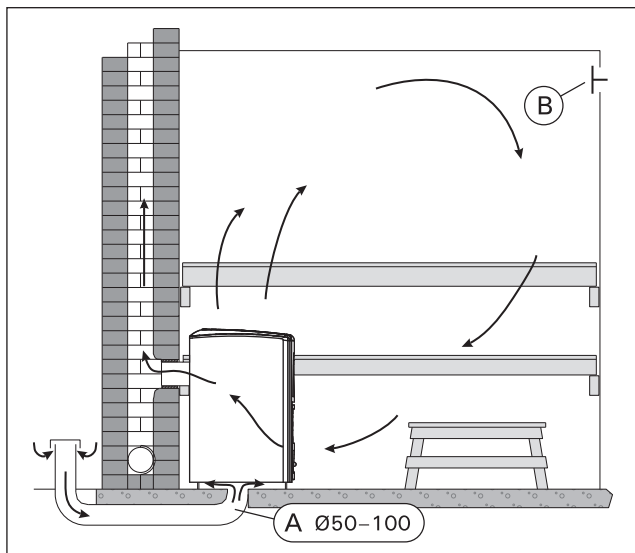

Рисунок 6. Естественная вентиляция
3.2. Вентиляция помещения сауны Естественная вентиляция (рис. 6)